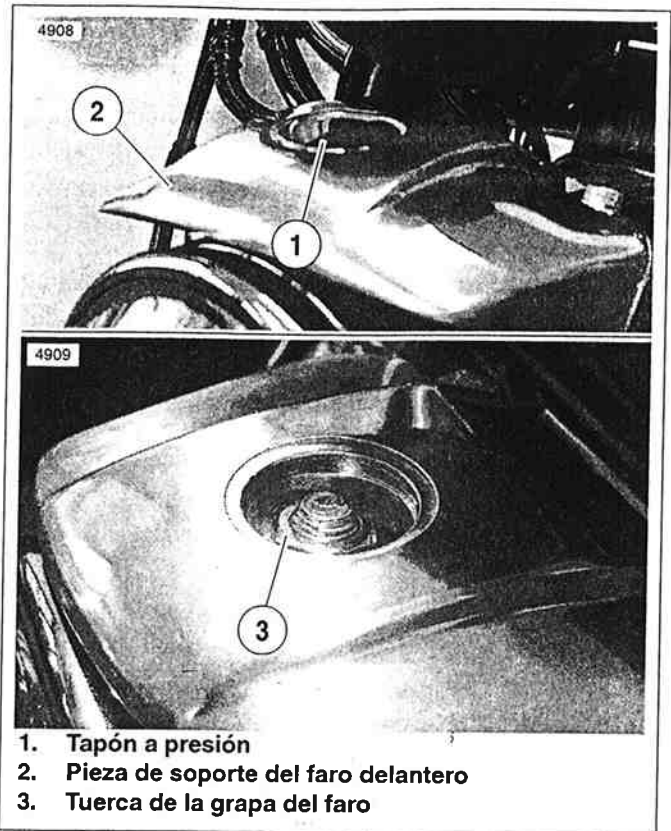

Figura 1-67. Ajuste del faro delantero (modelos no-Custom)
1. Vea la Figura 1-67. Quite el tapón de presión (1) de la pieza de soporte del faro delantero (2). Afloje la tuerca de la grapa del faro delantero (3).
- a. Llene el tanque de combustible y agregue un estabilizador de gasolina. Use un estabilizador de gasolina disponible en los comercios, siguiendo las instrucciones del fabricante. Apague la válvula de suministro de combustible. Vea la Figura 1-67. Coloque el extremo de la manguera de desbordamiento/drenaje de combustible en un recipiente aprobado para combustible. Drene toda la gasolina del carburador aflojando el tornillo de drenaje del receptáculo de combustible (1) una vuelta completa; la gasolina drenará por la manguera de desbordamiento/drenaje. Vuelva a apretar el tornillo de drenaje después que se haya vaciado completamente el carburador.